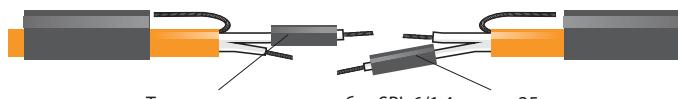

Рисунок 5
4.7. Надеть на оба конца разделанного кабеля длиной 45 мм две термоусаживаемые трубы SPL 11.0/1.6 длиной 25 мм согласно рис. 5.